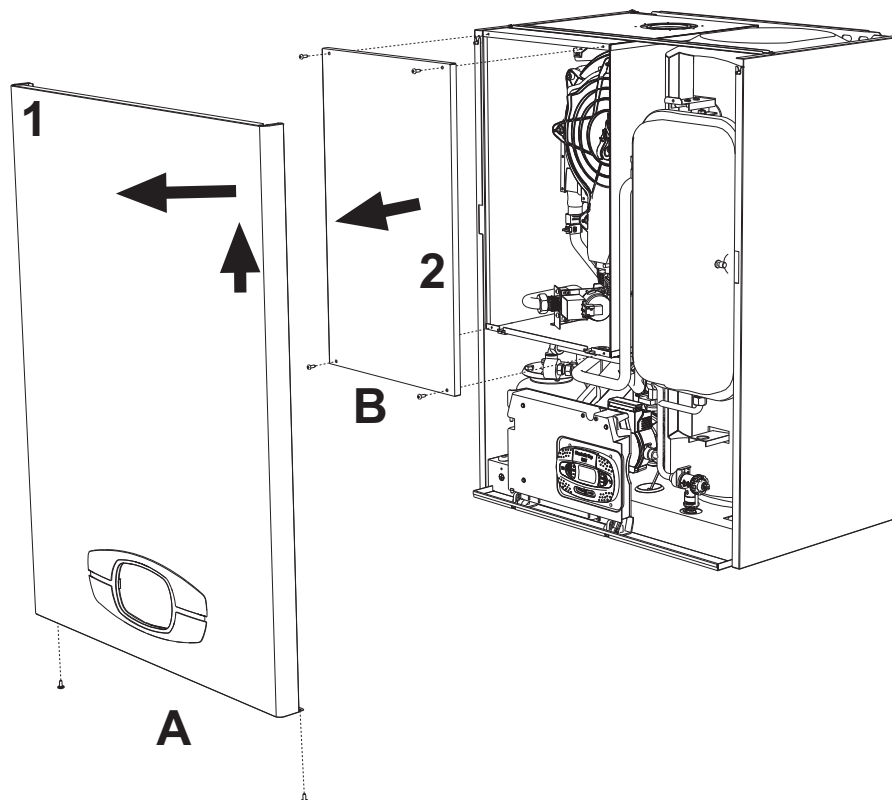

fig. 32- Deschiderea panoului frontal
1. Deșurubați șuruburile **A** (vezi fig. 32).
1. Deșurubați șuruburile **B** (vezi fig. 32).